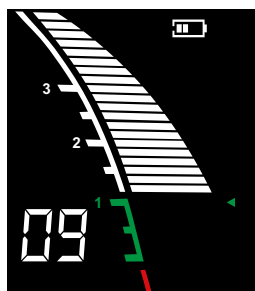

Figura 1
1. Quando a lima atinge a região frontal do forame apical, a tela exibe as faixas brancas indicadas (**Figura 1**).